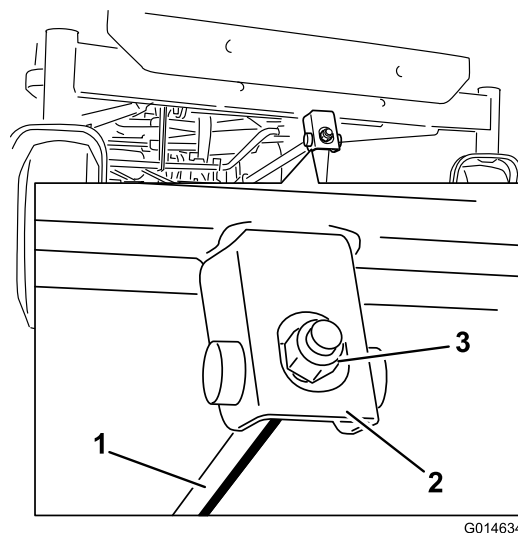

Figura 55
- 6. Para ajustar la inclinación longitudinal, gire la tuerca de ajuste de la parte delantera del cortacésped (Figura 55).